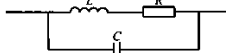

图 1-33 电感器固有电容示意图
(3) 额定电流。额定电流是指允许通过电感器的最大电流，这也是电感器的一个重要参数。当通过电感器的的工作电流大于这一电流值时，电感器将有烧坏的危险。
(4) 固有电容。固有电容又称分布电容、寄生电容，它是由各种因素造成的，相当于并在电感线圈两端的一个总的等效电容，如图 1-33 所示，即图中的电容 C 为电感器的固有电容， R 为电阻， L 为电感。